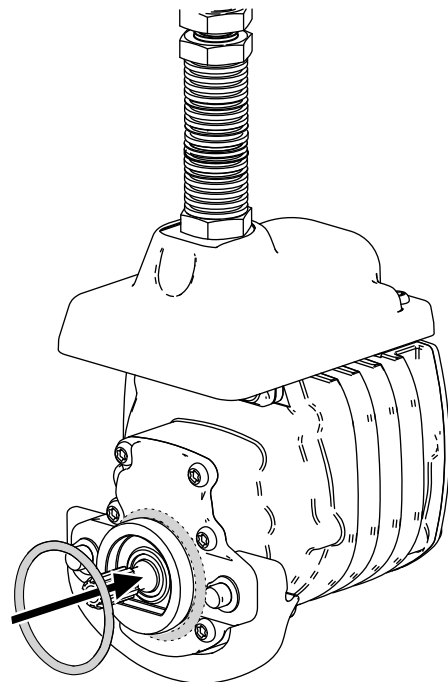

Bild 8
3. Legen Sie einen O-Ring auf jeden Spindelmotor, wie in Bild 8 abgebildet.